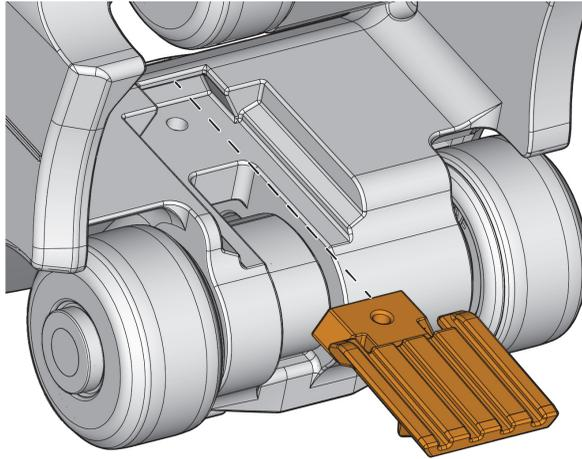

Figura 5-12 Extracción de la palanca de bloqueo-desenganche del soporte de sonda
3. Desde la parte inferior del transportador, deslice la palanca de bloqueo-desenganche fuera de la cola de milano (ver Figura 5-12 en la página 86).